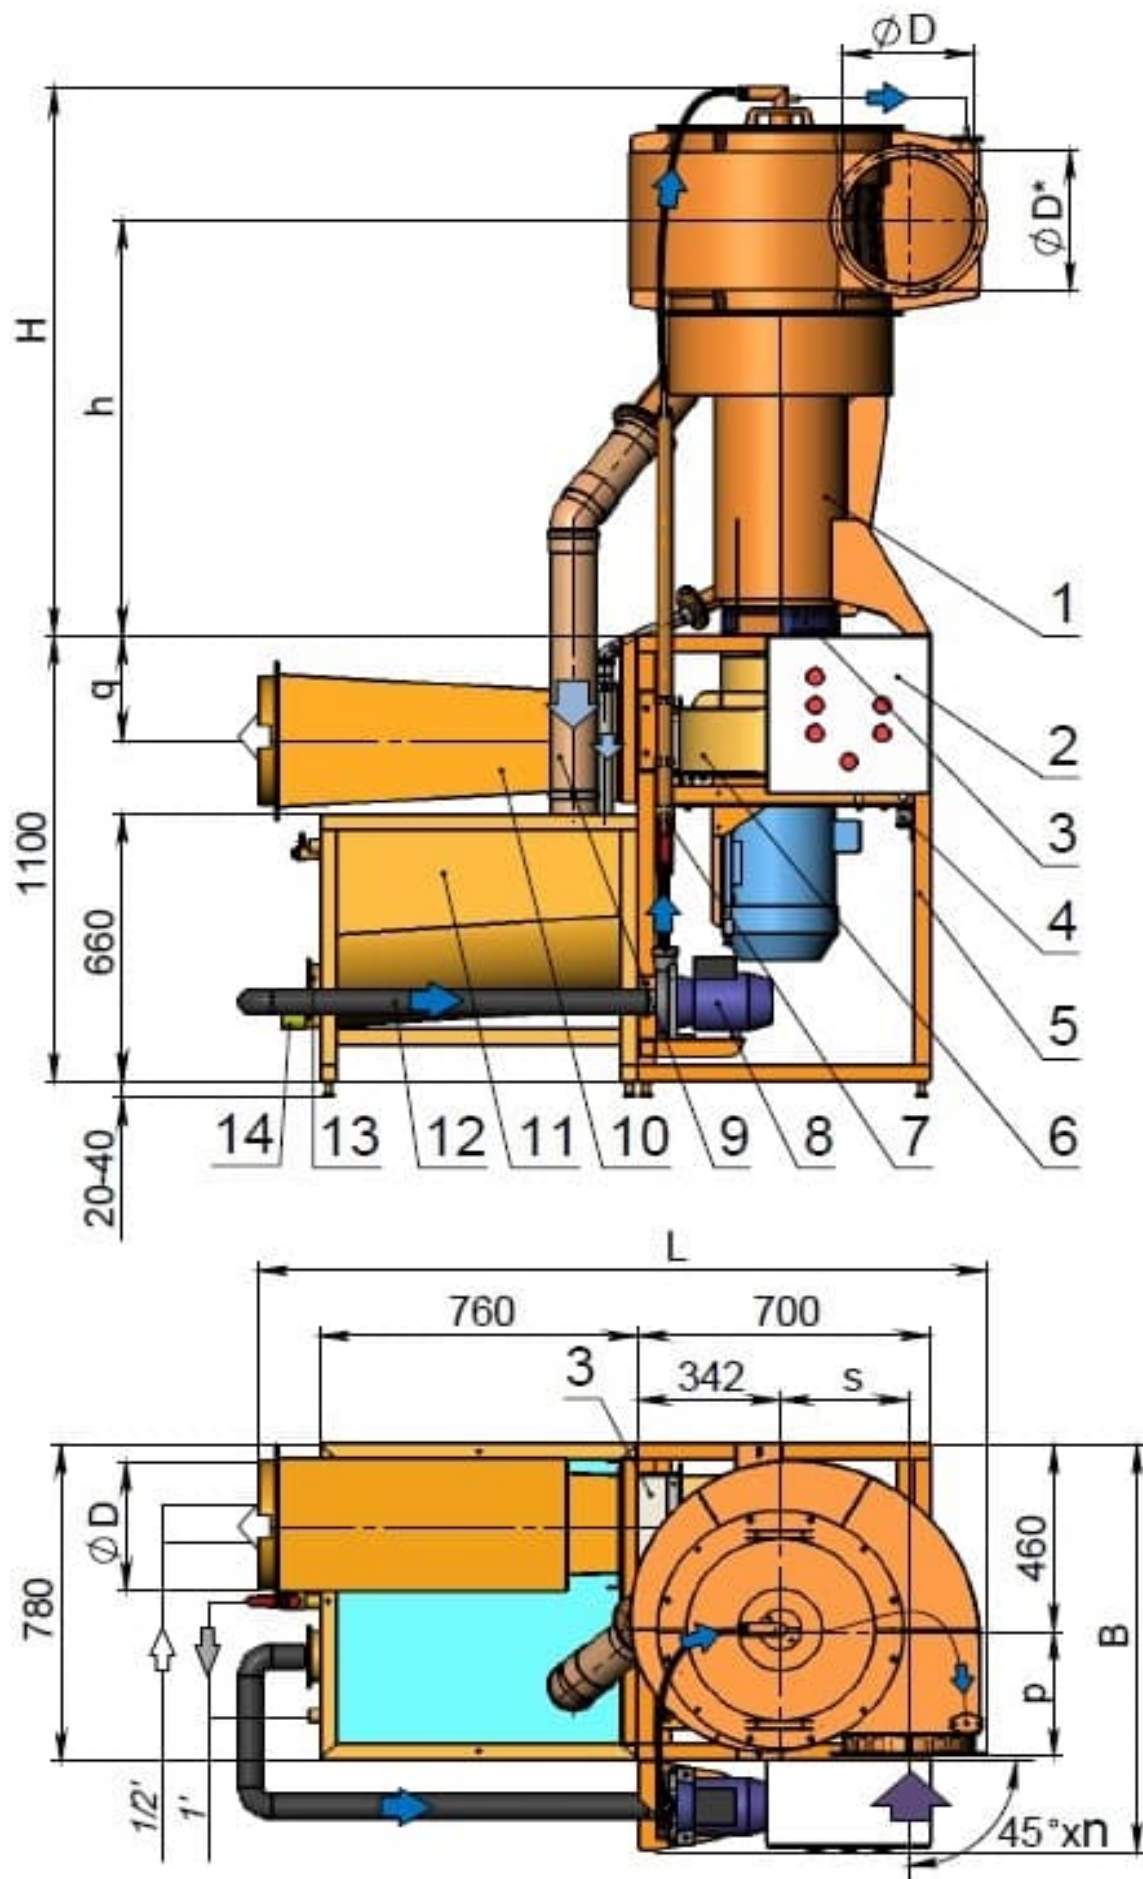
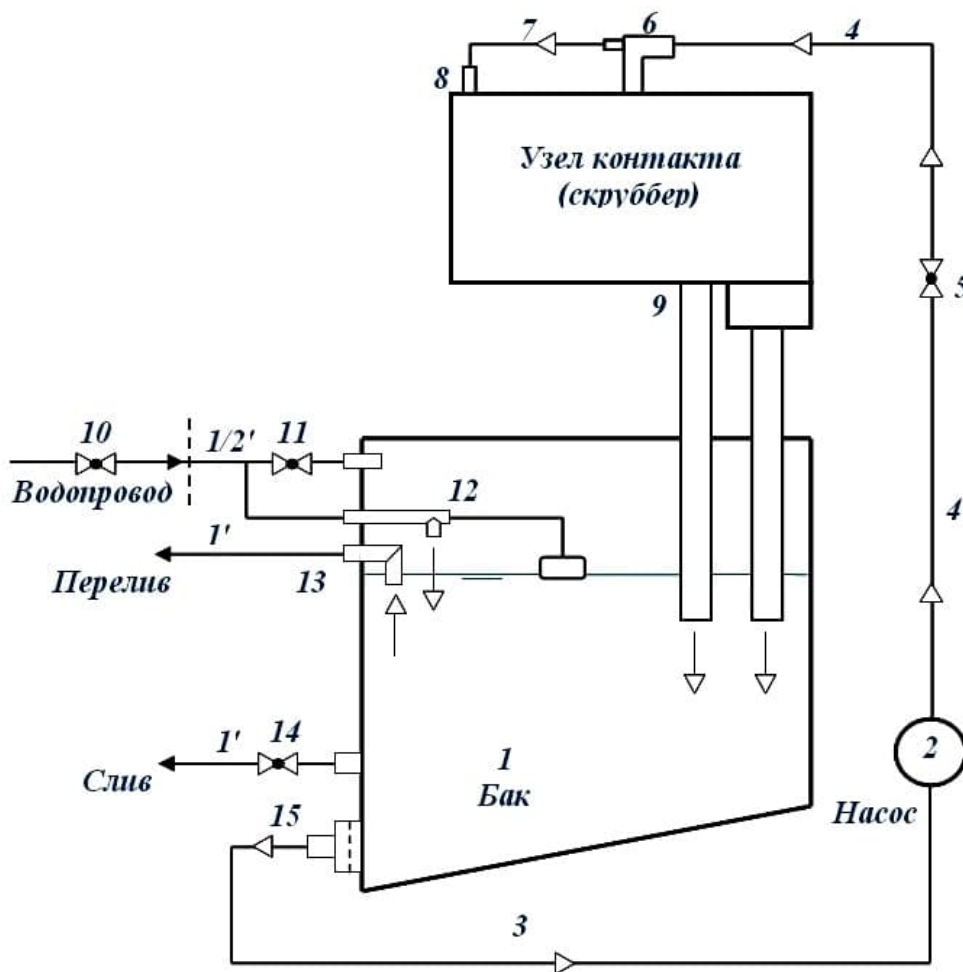
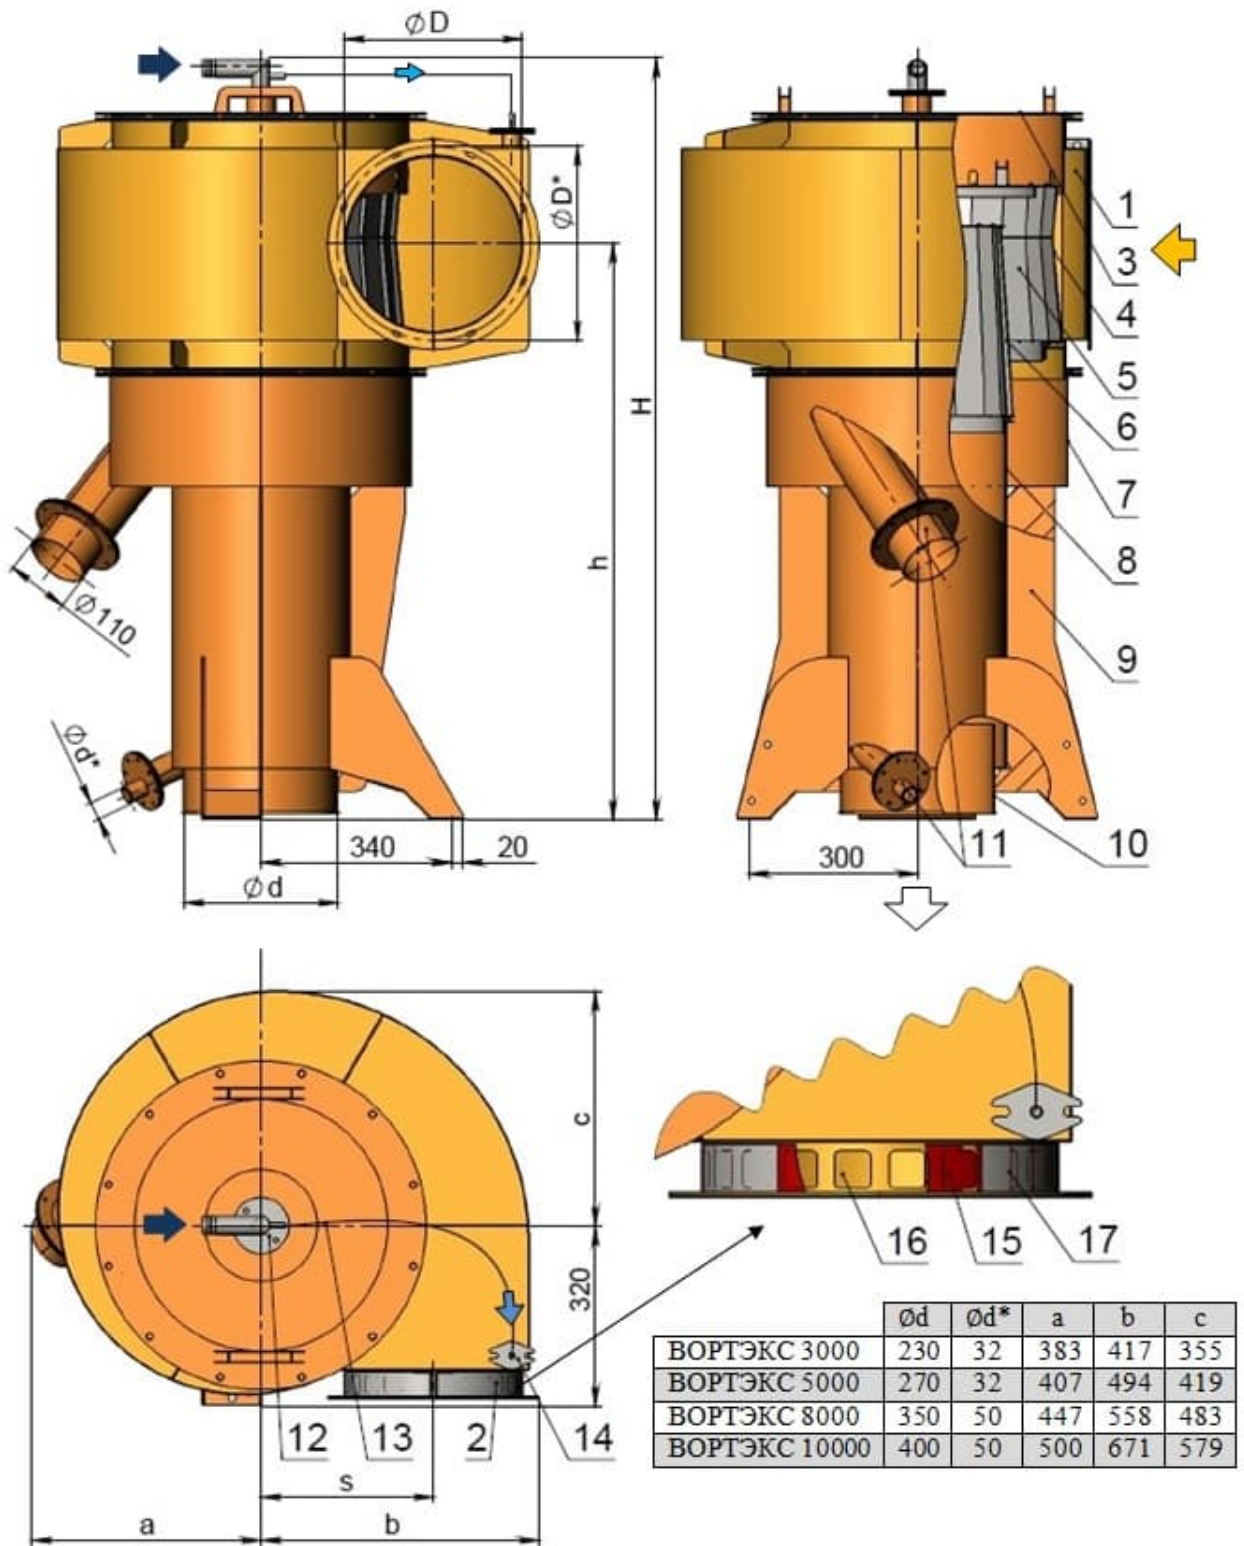
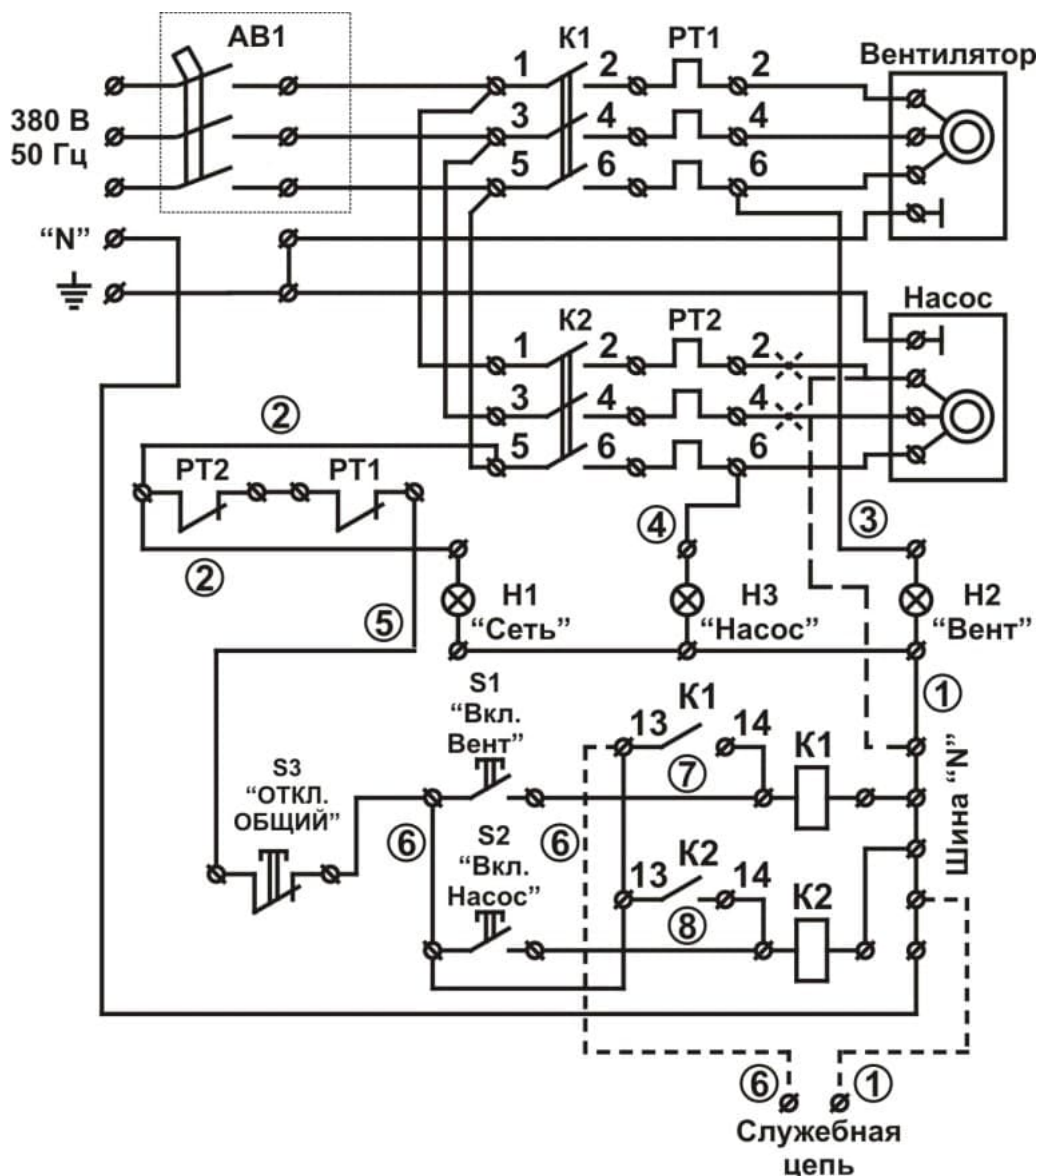

Рис. 1. Вихревой гидрофильтр "Вортэкс" в стандартном исполнении, входной улиткой, ориентированной входом со стороны шкафа управления (270°).
Рис. 2. Схема водооборота установки.
Рис. 4. Узел контакта (вихревой скруббер "Вортэкс").
Рис. 5. Электрическая схема
Вихревые гидрофилтеры "Вортэкс" в стандартном исполнении (рис. 1) состоят из следующих сборочных единиц: опорная рама **5**, с установленными на ней узлом контакта газа и жидкости (вихревой скруббер "Вортэкс") **1**, шкафом управления **2**, вентилятором "Вортэкс-3...10" **6**, на амортизаторах **4**, консольным центробежным насосом **8**, гибкими вставками **3**, ограничительный вентиль **7**, диффузор-шумоглушитель **10**, сливные трубы **9**, шланг **12**, бак оборотной воды **11**, с установленными на нем штуцером водозабора с предохранительным фильтром **13**, сливным штуцером с шаровым краном **14** и необходимая водная арматура.
Основные геометрические размеры установок, не указанные в технических характеристиках и на рис. 1, 2, 3, приведены в таблице:
(рис. 2) включает: бак 1, консольный центробежный насос 2 соединенный шлангом 3 $D_y=50$ мм с баком, шлангом 4 $D_y=32$ мм, с установленными на нем ограничительным вентиляем 5 (поз. 7 на рис. 1, 3), соединенным с тройником 6, предназначенным для подачи воды в узел контакта, шлангом 7 $D_y=10$ мм, соединенным со штуцером 8, предназначенным для орошения входа улитки, сливные трубы 9, устанавливаемый на водопроводе вентиль 10 (в комплект не входит), и установленные на баке заправочный штуцер с вентилем 11, штуцер с поплавковым клапаном 12, штуцер перелива 13, сливной штуцер с шаровым краном 14 и штуцер водозабора, оснащенный предохранительным фильтром-сеткой 15.
Узел контакта - вихревой скруббер (рис. 4) включает: улитку **1** с входным по воздуху патрубком **2** и крышкой **3**, установленную внутри улитки вихревую контактную камеру **4**, завихритель **6**, сепаратор **7**, каплеуловитель **8**, опоры **9**, выхлопной патрубков **10** и сливные патрубки **11**. На улитке установлен тройник ввода жидкости **12**, соединенный шлангом **13** со штуцером **14**. Окна **16** (выноска рис.4) жалюзийного типа, используются при необходимости для подсоса воздуха. По умолчанию они перекрыты хомутом **17** с ответными прорезями и уплотнительной манжетой **15**.
Благодаря создаваемому вентилятором разрежению загрязненный воздух поступает во входной патрубок **2** узла контакта (рис. 4), распределяется по периметру улитки **1** и проходит через лопаточный направляющий аппарат вихревой камеры **4**, формирующий равномерно распределенные по периметру тангенциальные струи на входе в камеру и течение вихревой структуры внутри нее.
Вода подается насосом **8** (рис. 1, 3) из бака **11** через предохранительный фильтр-сетку **13** и ограничительный вентиль **7** в тройник **12** (рис. 4), из основного штуцера которого поступает на орошение улитки **1** и вихревой камеры **4**. Часть воды отводится на орошение входного участка улитки с помощью шланга **13** и штуцера **14**. Вместе с воздухом вода поступает в вихревую камеру **4**, где дробится струями воздуха на капли, которые вовлекаются в вихревой поток и центробежными силами отбрасываются к лопаткам направляющего аппарата вихревой камеры. Здесь капли сливаются и вместе с воздухом поступают в центр потока, где вновь дробятся. В результате этого каскадного процесса формируется вращающийся газожидкостный слой **5**, удерживаемый в вихревой камере центробежными силами, эффективно фильтрующий воздух.
На выходе из вихревой камеры основная часть жидкости сбрасывается в карман сепаратора **7** (рис. 4). Небольшая часть жидкости проходит вместе с воздухом через завихритель **6**, подкручивающий поток. Под действием центробежных сил жидкость осаждается на трубе каплеуловителя **8** и собирается в его кармане. Из карманов сепаратора и каплеуловителя через патрубки **11** (рис. 4) и сливные трубы **9** (рис. 1, 3) вода сбрасывается в бак **11** на рециркуляцию.
Система управления установки включает шкаф управления 2 (рис. 1, 3), соединенный электрокабелями с сетью, электродвигателями вентилятора 6 и насоса 8.
Схема электрическая принципиальная показана на рис. 5. Электропитание 380 В, 50 Гц, подается на пускатели двигателя вентилятора и насоса K1 и K2 соответственно. Ток срабатывания защищающего трехфазного автомата АВ1 для модели "Вортэкс-3000" - 32А, "Вортэкс-5000" - 40А, "Вортэкс-8000" - 50А, "Вортэкс-10000" – 63А. Пунктиром обозначен вариант присоединения 1-фазного насоса и (только для "Вортэкс-10000") служебная цепь.
В стандартном исполнении со встроенным вентилятором (рис. 1):
В моделях "Вортэкс-8000" и "Вортэкс-10000" узел контакта упаковывается отдельно - сепаратор **7** (рис. 4), каплеуловитель **8** на опорах **9**.
Для монтажа установки (рис. 1,3) необходимо:
6.6 Установить с помощью болтовых соединений на выхлопном патрубке вентилятора **6** диффузор-шумоглушитель **10** в сборе с гибкой вставкой **3** (рис. 1).
6.7 Соединить с помощью прилагаемых шлангов насос **8** (рис. 1, 3) с выходным штуцером фильтра-сетки **13** и ограничительным вентилем **7**, далее с тройником подачи воды **12** (рис. 4), в узел контакта **1**. Закрепить шланги с помощью прилагаемых хомутов. Надеть на сливные патрубки узла контакта **1** трубы **9** (рис. 1, 3).
6.8 Соединить установленный на водопроводе вентиль **10** (рис. 2) напорными шлангами с вентилем **11** и поплавковым клапаном **12**. Соединить шлангами штуцер **13** и кран **14** с канализацией (отстойником, системой утилизации отработанной жидкости). Открыв вентили **10** и **11**, наполнить бак водой. Убедиться в том, что закрытие клапана **12** (отсечение подачи воды) достигается при уровне воды в баке, немного более низком, чем уровень установки штуцера **13**, при необходимости отрегулировать рычаг клапана.
6.9 Убедиться в надежном соединении электрокабелей, выходящих через отверстия в боковой стенке установленного на раме **5** (рис. 1, 3) шкафа управления **2** с электродвигателями вентилятора **6** и насоса **8** в соответствии с принципиальной электрической схемой (рис. 5). Обязательно произвести заземление корпуса шкафа **2**, бака **11** и рамы **5**! Подсоединить шкаф управления к электросети. Проверить соответствие напряжения сети и надежность подсоединения подводящего кабеля к выводам шкафа управления. Подключить установку к сети через установленный в шкафу управления автомат АВ1 – на лицевой панели шкафа должен загореться индикатор "Сеть". Кратковременно включить вентилятор и проконтролировать направление вращения рабочего колеса. При необходимости изменить фазировку подключения вентилятора к сети.
8.1 Перед началом работы убедиться, что все шланги и трубы находятся на штатных местах, шланги надежно затянуты хомутами, а сливной вентиль 14 (рис. 2) закрыт. Открыть вентили 10, 11 и наполнить бак водой из водопровода. Закрыть вентиль 11. Убедиться в том, что уровень воды в баке регулируется поплавковым клапаном 12. В противном случае отремонтировать или заменить поплавковый клапан.
Положение ограничительного вентиля 7 (рис. 1,3, поз. 5 рис. 2) устанавливается изготовителем при настройке установки. Изменение его положения может вызвать вынос капельной влаги на выходе гидрофилтра или снижение эффективности воздухоочистки.
9.2.2 Отсоединив трубы **9** (рис. 1, 3) от сливных патрубков узла контакта, проверить состояние патрубков и труб и при необходимости прочистить.
9.2.3 Произвести разборку узла контакта (рис. 4), осмотреть его улитку **1**, сепаратор **7**, каплеуловитель **8**, вихревую камеру **4**, и завихритель **6**. При необходимости промыть их или прочистить. Осмотреть состояние уплотнений из микропористой резины. При заметном износе или повреждениях - заменить их.